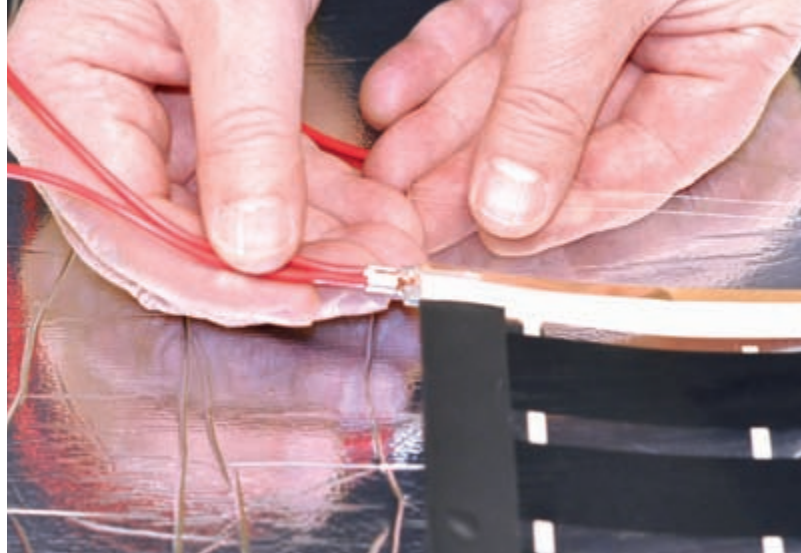

Рис. 15. Соединение монтажных проводов с контактным зажимом
15. Вложите оголенный провод (или два провода, где это необходимо) в контактный зажим (рис. 15) и с усилием зажмите его (их) с помощью пассатижей (рис. 16). Убедитесь, что провод надежно закреплен в контактном зажиме.